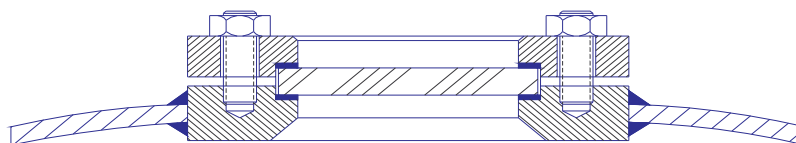

Figura 2
b) Pared de recipiente radial con reborde de soldadura plano (Figura 2)